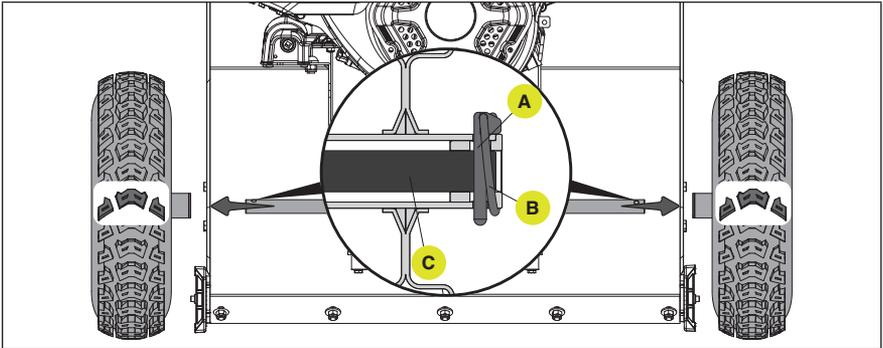

Figure 1
Retirez les roues de chaque côté pour faciliter l'assemblage de la poignée inférieure. Pour chaque roue, repérez l'axe (A) maintenant la roue en place. Soulevez l'anneau(B) autour de l'essieu (C) et tirez l'axe (A) maintenant la roue en place (Fig. 1). Répétez pour l'autre côté. Retirez les roues et placez soigneusement la souffleuse à neige sur le sol.
1. Fixez la poignée inférieure (A) sur le corps de l'appareil avec 2 boulons (B) et 2 rondelles rectangulaires incurvées (C) pour les trous supérieurs, puis 2 boulons (D) et 2 rondelles plates (E) pour les trous inférieurs à l'aide de votre propre clé de 13 mm (Fig. 1). Serrez jusqu'à ce qu'il soit bien ajusté. Ne pas trop serrer.